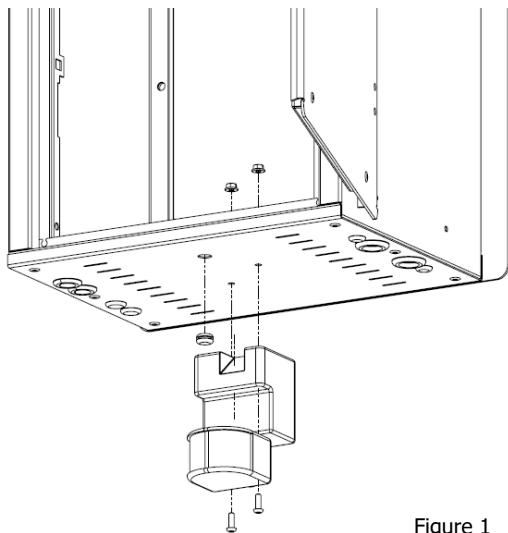

Figure 1
- Mettez en place votre UNIDETECT 5.24 / 10.12 ou UNILED BAR (optionnels) (figures 1 et 2). Si ce n'est pas la cas, comblez les perçages (figure 3).